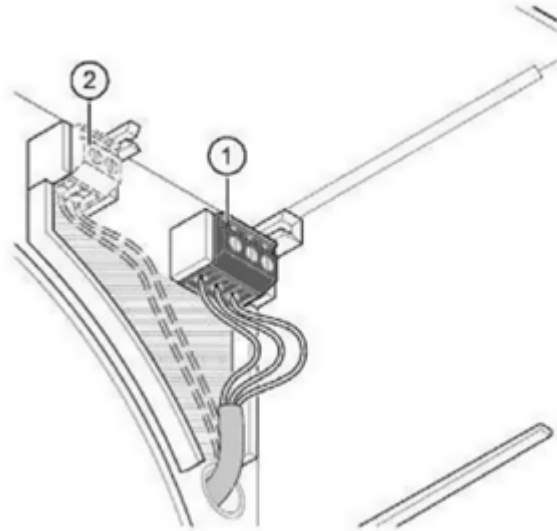

Abb. 6: Netz- und ggf. Steuerkabel überprüfen
- Überprüfen Sie die 3-polige Anschlussklemmenbelegung (Pos.1 in Abb. 6) des Netzkabels gemäß den Schaltbildern für die Lüftereinsätze WOWI-WC-Clean, siehe Abschnitt 9 auf Seite 17.
- Überprüfen Sie bei Gerätetypen mit Steuerungseingang die 2-polige Anschlussklemmenbelegung (Pos. 2 in Abb. 6) des Steuerkabels gemäß den Schaltbildern für die Lüftereinsätze WOWI-WC-Clean, siehe Abschnitt 9 auf Seite 17.
- Überprüfen Sie, dass die Kabel nur im schraffierten Bereich (siehe Abb. 6) verlegt sind. andernfalls besteht die Gefahr, dass die Kabel beim Einsetzen des Lüftermotors gequetscht werden.